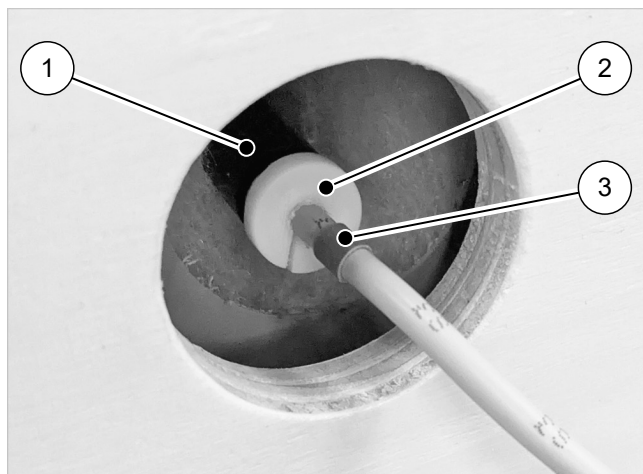

Abb. 19: Sensormontage S1, S3 und S4
Die Sensoren S1, S3 und S4 gemäß → Abb. 19 in das jeweilige Führungsrohr Sensor (1) einstecken, die bereits am Speicher vormontiert sind. Dazu den jeweiligen Sensor soweit in das Führungsrohr einschieben, dass der Einsteck-Markierungsring (3) so dicht wie möglich an der Öffnung